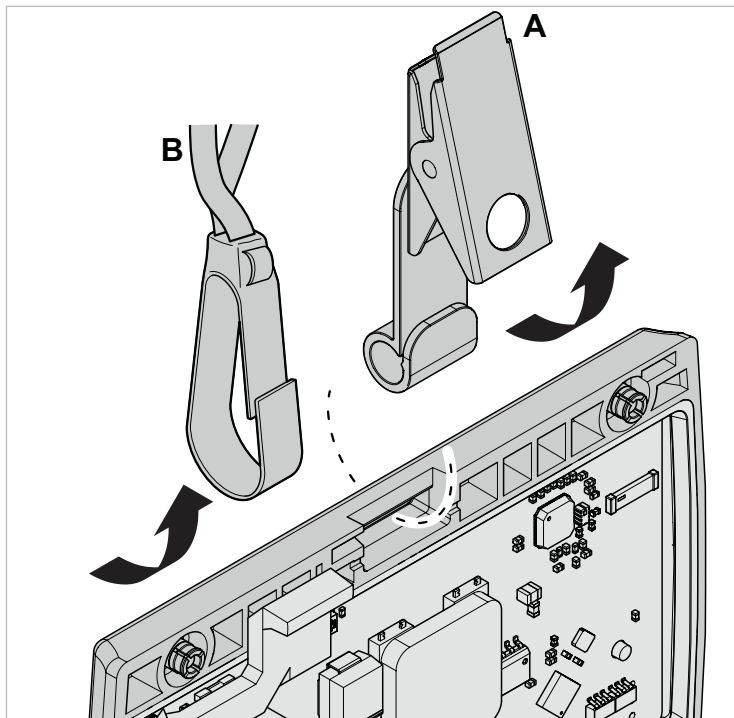
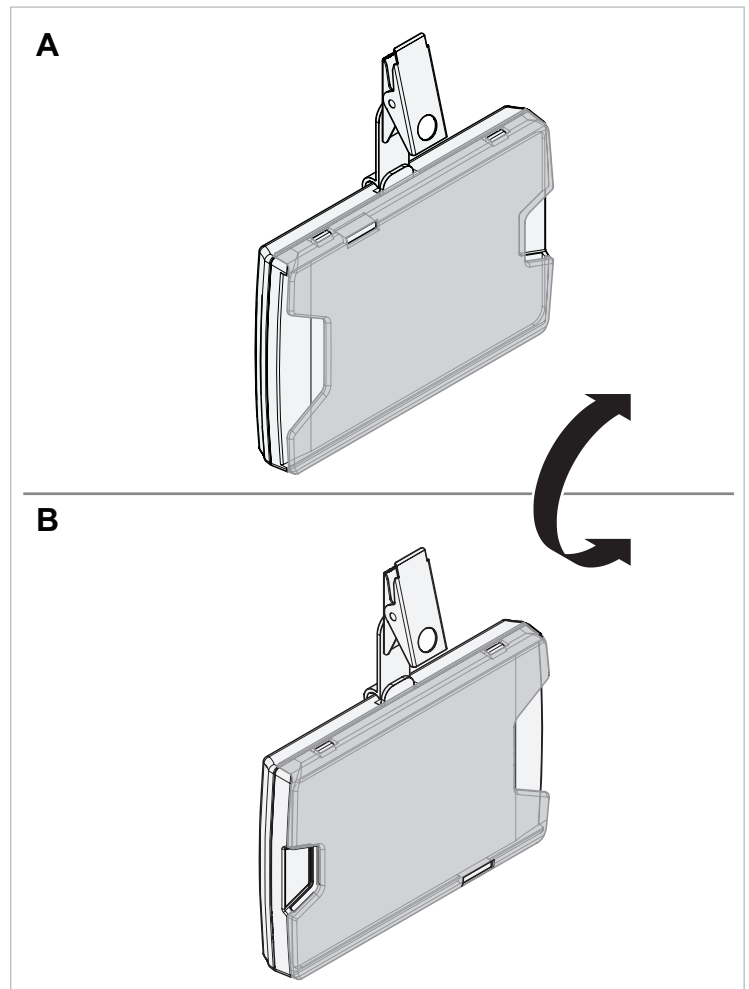

Fig. 11 Badge-Befestigung anbringen
Fig. 12 Anbringen der Befestigung für Rechtshänder/Linkshänder
3. Gewünschte Befestigung durch den Schlitz am Rand des Badge führen (Fig. 11), für Rechts- und Linkshänder angepasst (Fig. 12).
- Rechtshänder (A, Fig. 12): Befestigung an der oberen Kante des Badge (nahe der LED) anbringen.
- Linkshänder (B, Fig. 12): Befestigung an der unteren Kante des Badge anbringen. Dazu den Badge umdrehen.